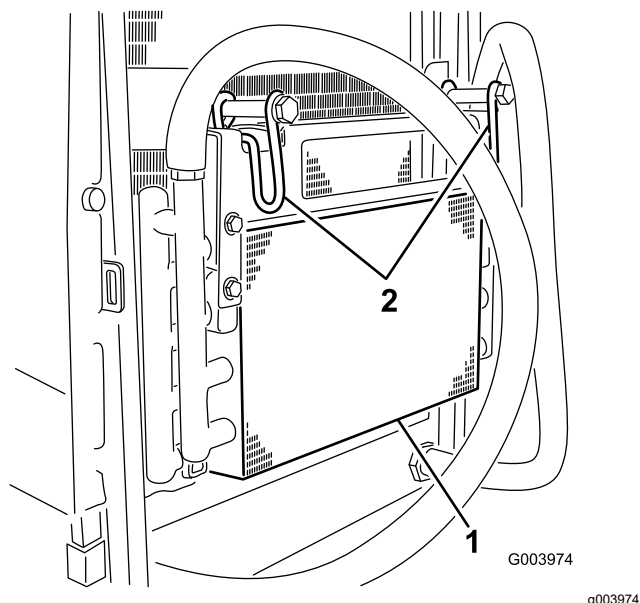

Figure 94
7. Faites tourner les 2 attaches du refroidisseur d'huile vers l'intérieur et basculer le refroidisseur (Figure 94).